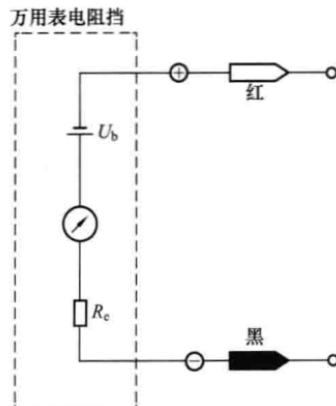

图 1-21 万用表的内部电路示意图
- (1) 严禁带电测量电阻，否则会烧坏万用表。
- (2) 测量中每更换一次倍率挡，均应重新进行欧姆调零。
- (3) 测量时不能用两手同时接触表笔、被测电阻的金属部分，否则会将人体电阻并接于被测电阻而引起测量误差，影响测量的准确性。
- (4) 测量电阻时，如将两支表笔短接，调节欧姆调零旋钮至最大，指针仍然达不到 0Ω 处，这种现象通常是由于表内电池电压不足造成的，应换上新电池方能准确测量。
- (5) 不允许用万用表电阻挡直接测量高灵敏度的表头内阻，以免烧坏表头。
- (6) 万用表不用时应将电池取出。表内电池的正极与面板上的一插孔相连，负极与面板 + 插孔相连，如图 1-21 所示。如果不用时误将两表笔短接会使电池很快放电并流出电解液，腐蚀万用表，因此不用时应将电池取出。